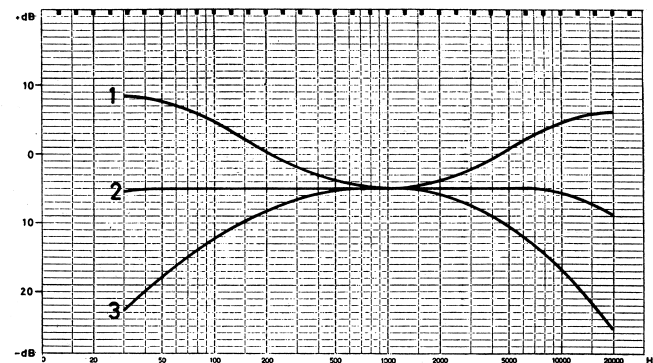

Bild 5 Frequenzgang nach Abs. 2.8.3
2.8.3 Zwischenverstärker 82 005 (Bild 5)